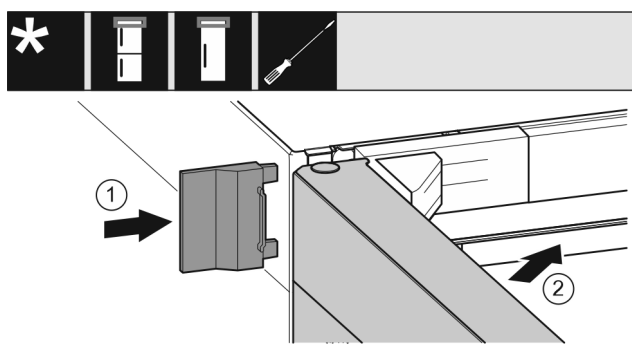

Fig. 20
- Enfiler le cache extérieur. Fig. 20 (1)
- Fermer la porte supérieure. Fig. 20 (2)